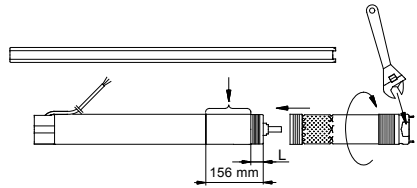

Abb. 6
1. Motor horizontal in einen Schraubstock einspannen, siehe Abb. 6.
4. Pumpenteil auf den Motor schrauben (55 Nm). **Achtung:** Die beiden Wellen müssen in Eingriff gebracht werden. Ein Schraubenschlüssel darf an den Spannflächen des Pumpenteils benutzt werden, siehe Abb. 6.